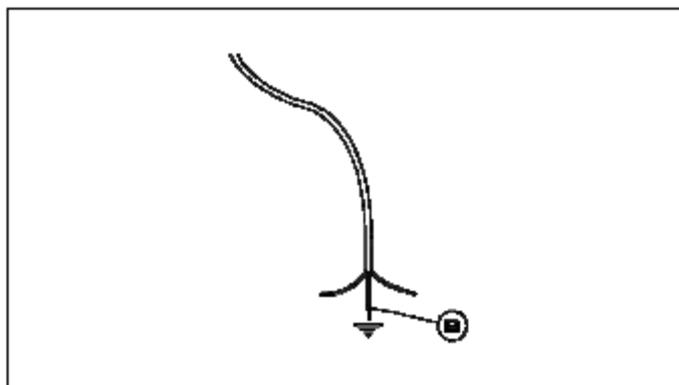

РИС.19
**ВНИМАНИЕ:** В случае замены питающего кабеля, электротехник должен оставить заземляющий провод длиннее, чем фазовые провода (рис.19), и выполнить рекомендации, приведенные в параграфе 8.